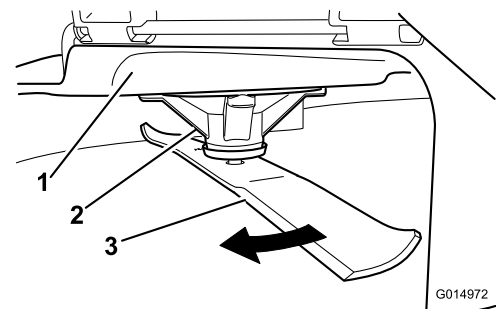

Figura 55
2. Llevando guantes fuertemente acolchados u otro tipo de protección apropiada para las manos, gire la cuchilla lentamente hasta una posición que permita medir la distancia entre el filo de corte y la superficie nivelada en la que descansa la máquina (Figura 55).